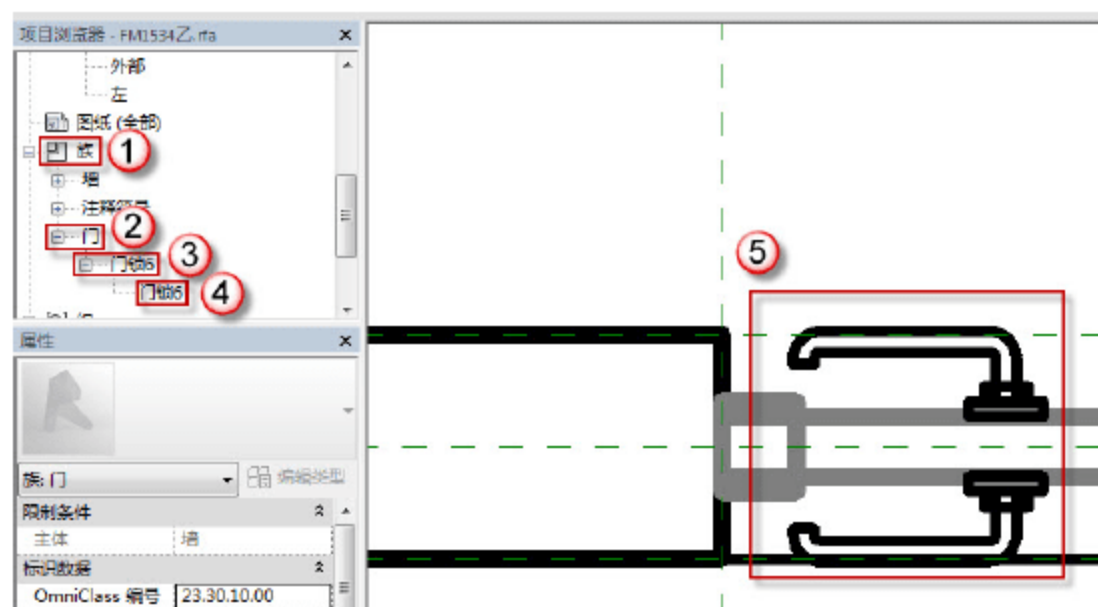
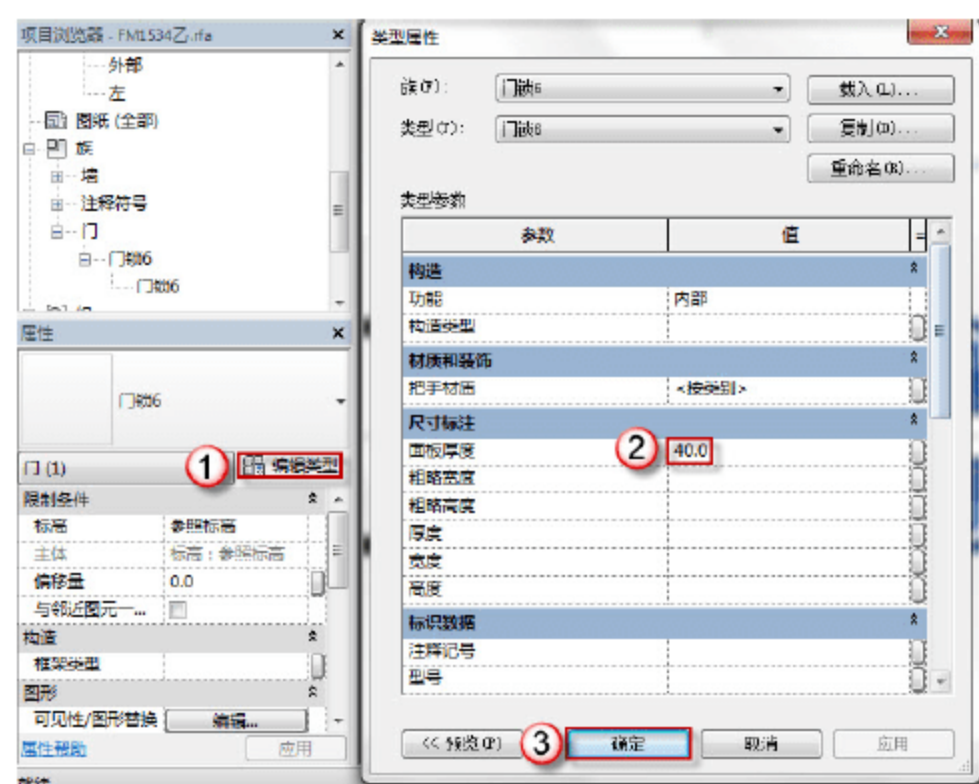

图 6.2.31 绘制门锁 6
图 6.2.32 修改“门锁 6”的面板厚度
(29) 绘制门锁 6。选择“项目浏览器”中的“族”→“门”→“门锁 6”→“门锁 6”选项，单击门锁 6 并将其拖动至绘图区域如图 6.2.31 所示位置，按 Esc 键取消插入族命令。单击“属性”面板中的“编辑类型”按钮，弹出“属性类型”对话框，在“尺寸标注”栏的“面板厚度”中输入“40”字样，单击“确定”按钮，如图 6.2.32 所示。